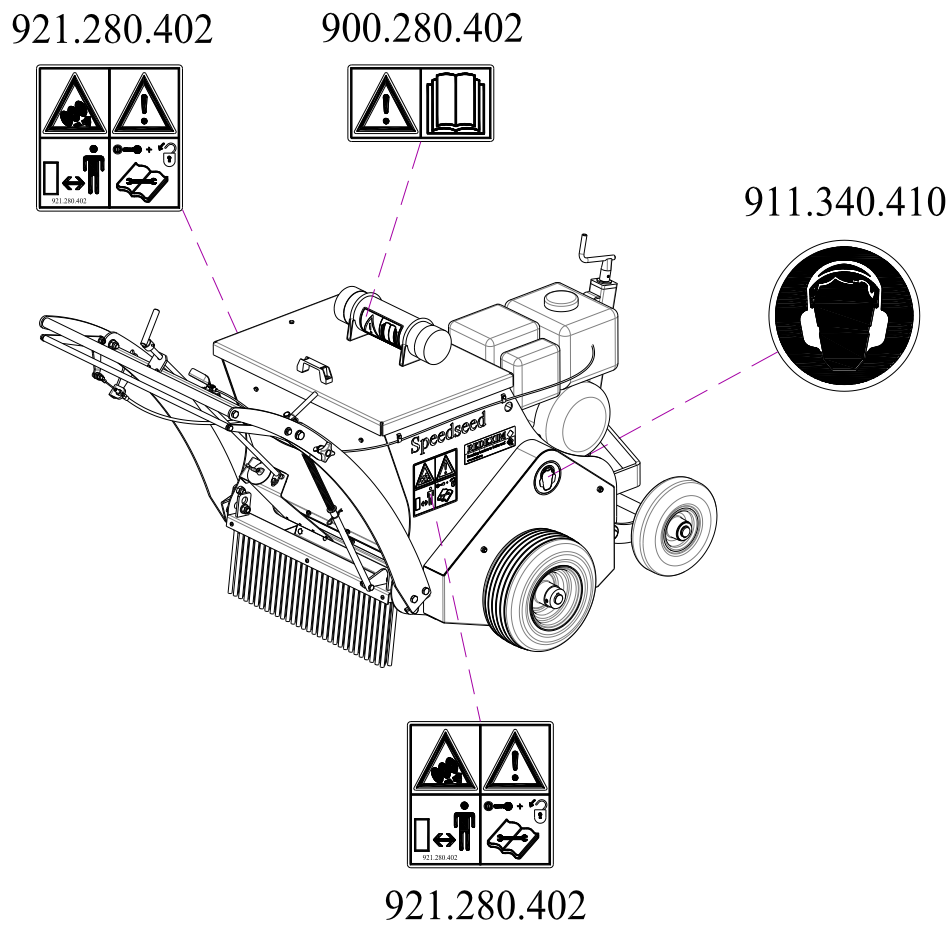

Fig. 6
A ambos lados del Speedseed Walk Behind hay en la cubierta lateral y en la cubierta protectora (Fig. 6) pegatinas de seguridad (Fig. 3,4,5) dejando ver estos avisos. Estas pegatinas de seguridad siempre deben ser bien visibles y legibles. Deben ser repuestas cuando son dañadas.
(7) Colocación de pegatinas de seguridad. (Fig. 6)